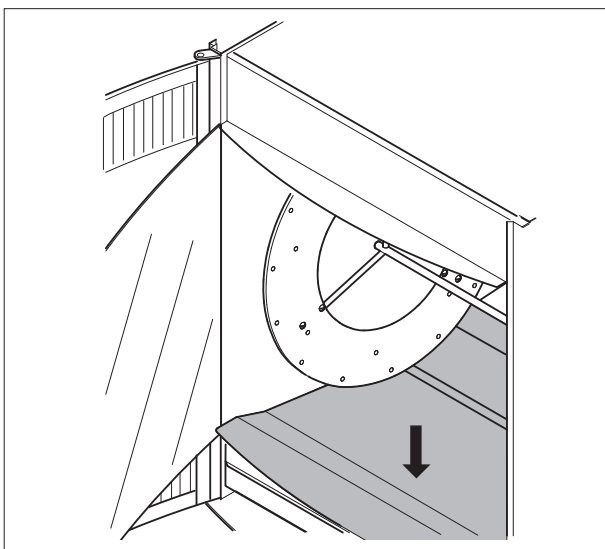

Abbildung 2.1
- ☒ Legen Sie die Bodenplatten in den STG (siehe Abbildung 2.1).